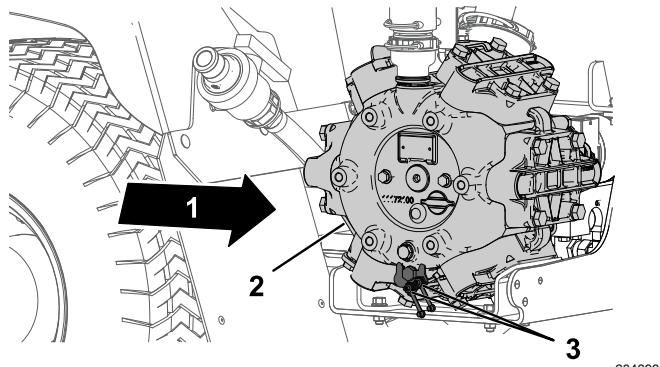

Figure 70
- Essuyez les 2 graisseurs à distance pour les nettoyer (Figure 70).
- Arrière de la machine 3. Point de graissage (2)
- Injectez de la graisse dans le graisseur à distance (Figure 70).